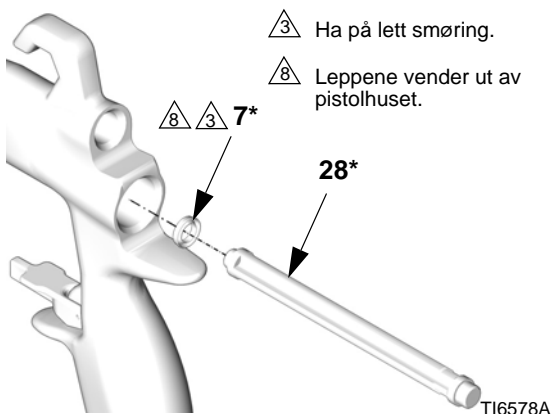

FIG. 41
3. Sett den nye U-koppen (7*) på forseglingsverktøyet (28*) med U-kopp leppene vendt mot verktøyet som vist på FIG. 41. Skyv U-koppen på baksiden av pistolen til du kjenner et tydelig knepp.